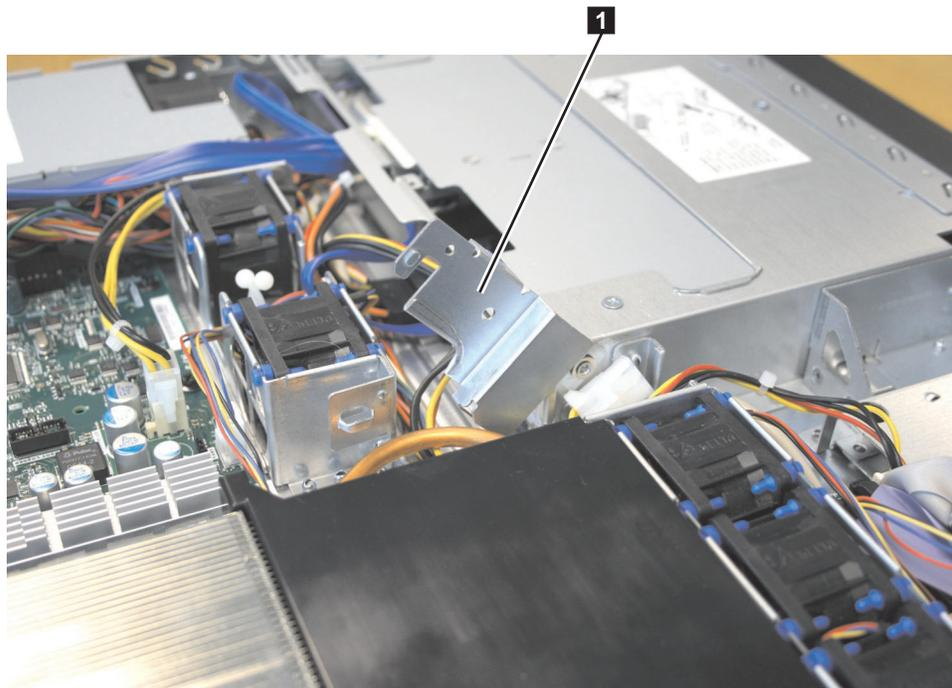

図95. SAN ボリューム・コントローラー 2145-8A4 電源機構用のエアー・デフレクター
9. 図 95 に示すように、エアー・デフレクター **1** を邪魔にならないように回転します (持ち上げます)。